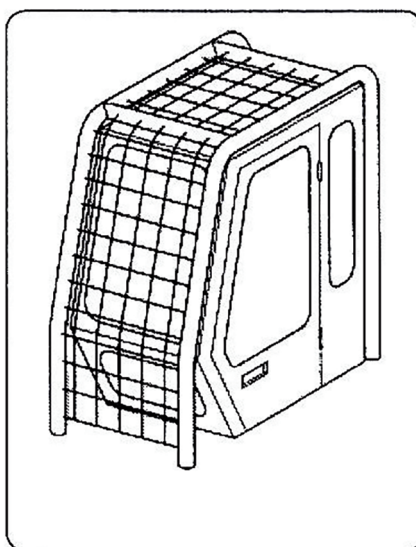

Рис. 2.2.1
- Во время выполнения работ сверху могут упасть фрагменты или блоки материала. Убедитесь, что машина, на которой установлено оборудование, имеет необходимую защиту для выполнения работ данного типа и кабину FOPS (рис. 2.2.1).